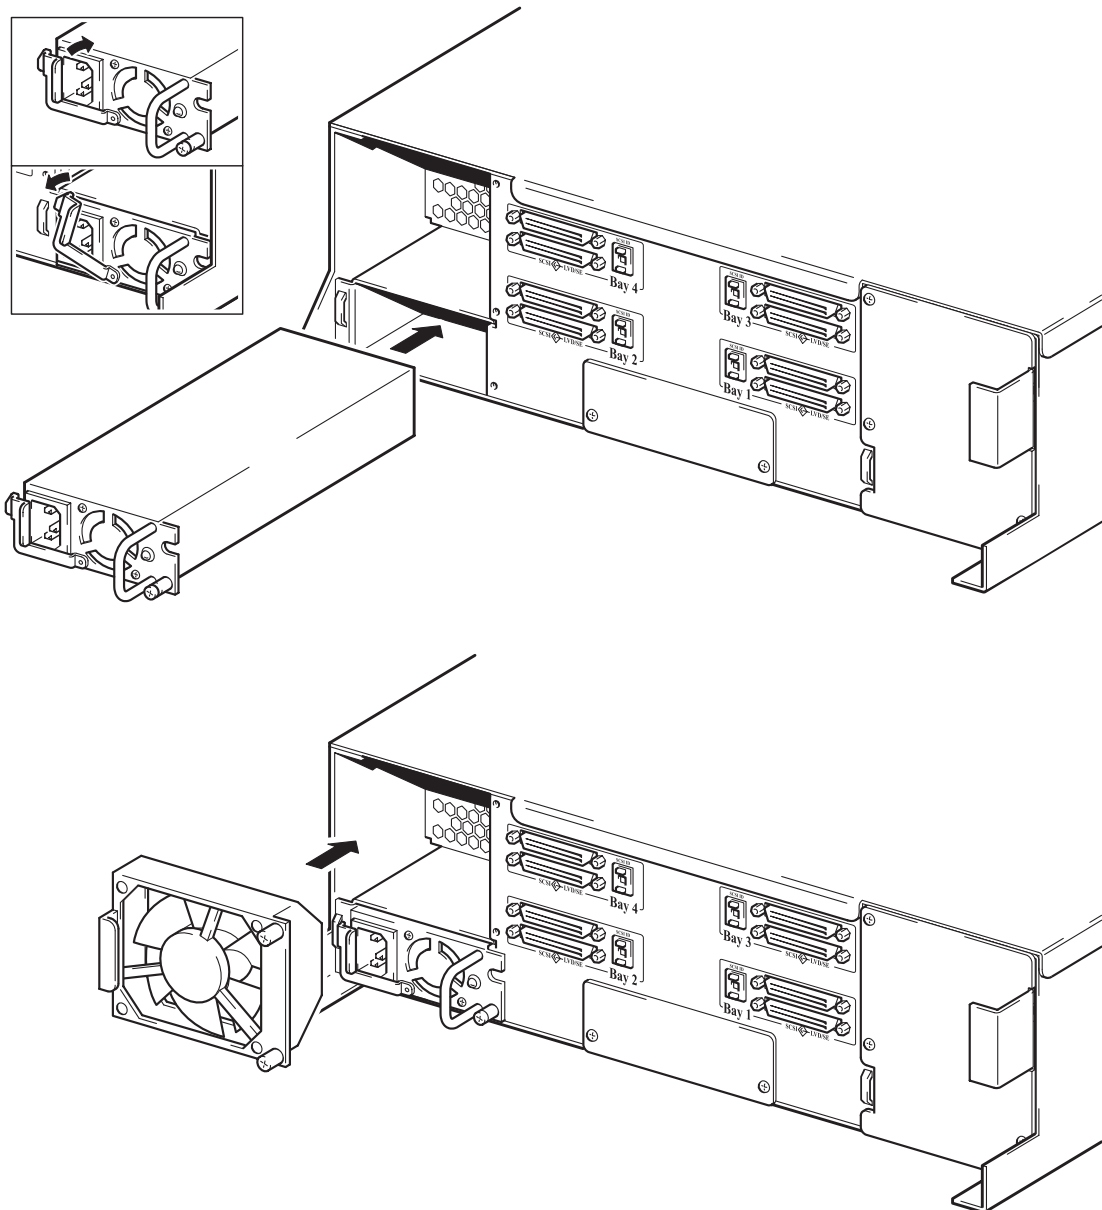

Abb. 11: Ersetzen von Lüftern und Stromversorgung
- 2 Richten Sie die Austausch-Lüfterbaugruppe wie in Abb. 11 dargestellt aus. Schieben Sie die Lüfterbaugruppe in den Schacht.
- 3 Richten Sie die neue Stromversorgungs-Baugruppe so aus, dass das Etikett nach oben zeigt. Schieben Sie die Stromversorgungs-Baugruppe, an der kein Netzkabel angeschlossen sein darf, wie in Abb. 11 dargestellt, in den Schacht. Drehen Sie den Sperrmechanismus im Uhrzeigersinn, bis die Haltevorrichtung freiliegt. Schieben Sie die Baugruppe danach bis zum Anschlag in das Gehäuse.